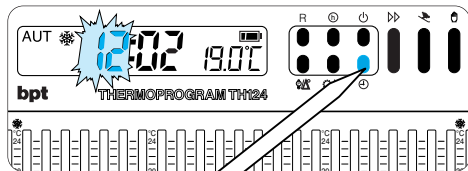

Fig. 17
**5.3** - Premere il pulsante ⊕ (fig. 17).